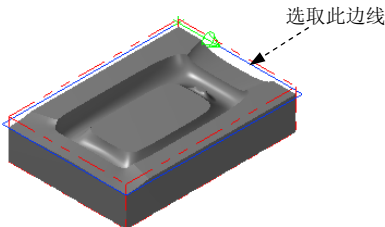

图 23.6 设置加工区域
Step3. 设置加工区域。在图形区中选取图 23.6 所示的边线，单击 **✓** 按钮，完成加工区域的设置，同时系统弹出“2D 刀具路径 - 平面铣削”对话框。